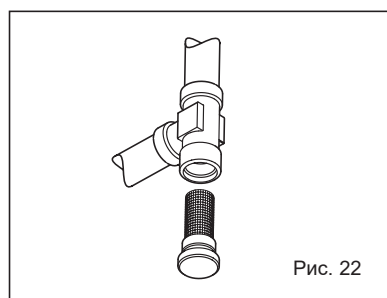

Рис. 22
4.4.3 Очистка “Aqua Guard Filter System” (Рис. 22)
4.4.4 Функция сушки стяжки (Рис. 22/а)